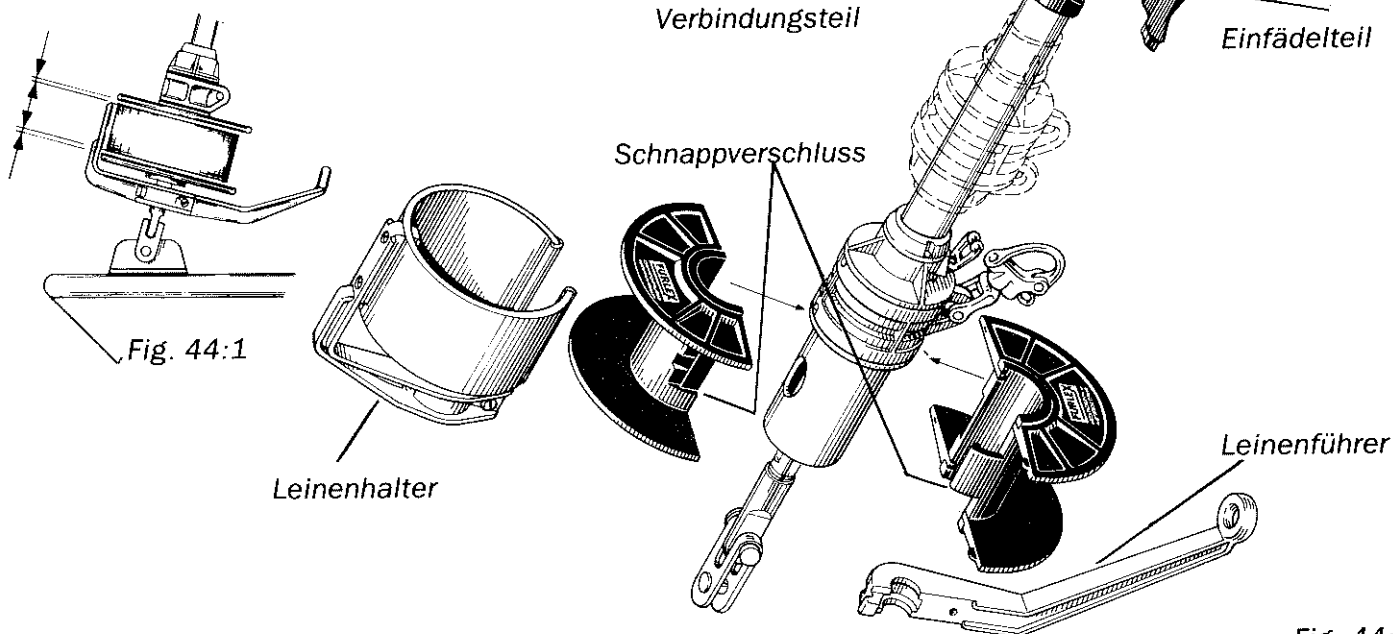

Fig. 44:2
- 4 Justieren Sie diese in der Höheneinstellung, sodass diese nicht an der Leinentrommel anliegen und bremsen. (Siehe Fig. 44:1).